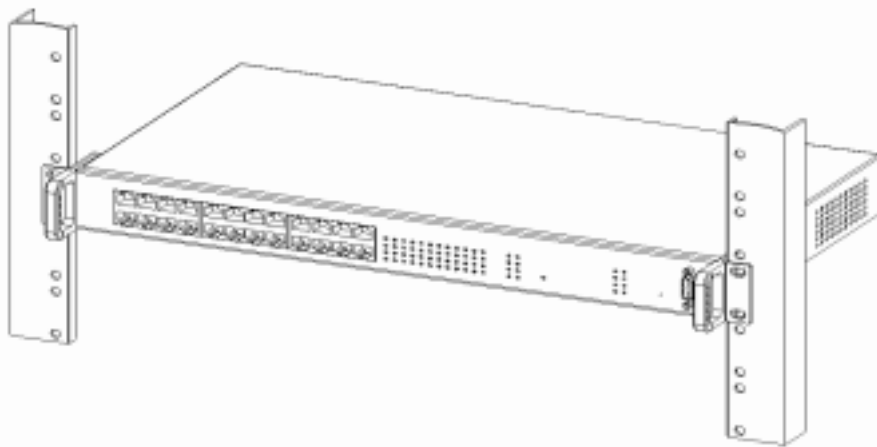

图 2-14 在 S2126G 交换机在机架上的安装
- 2) 将交换机固定在机架上，如图 2-14 所示。上架螺钉由用户自己准备。